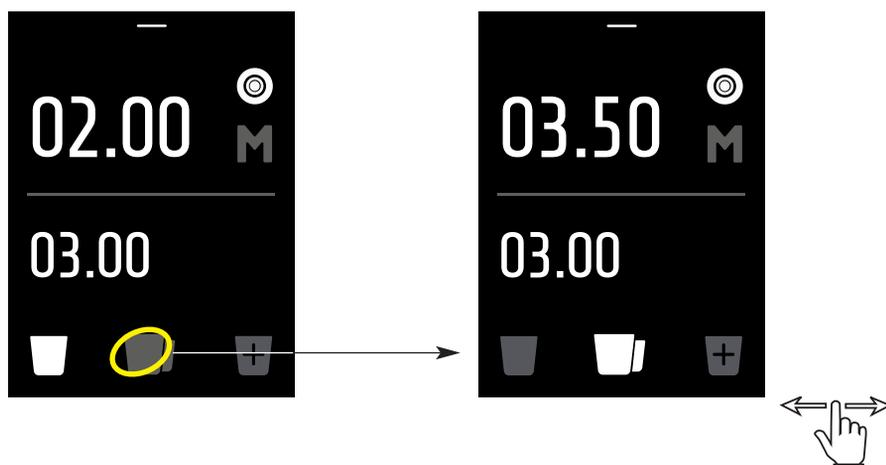

Fig. 5
- 3 Entrer dans la page de la dose souhaitée (une tasse, deux tasses ou extra) en appuyant sur l'icône de la page (voir Fig. 5) **ou en faisant glisser votre doigt sur l'écran pour changer de page.**